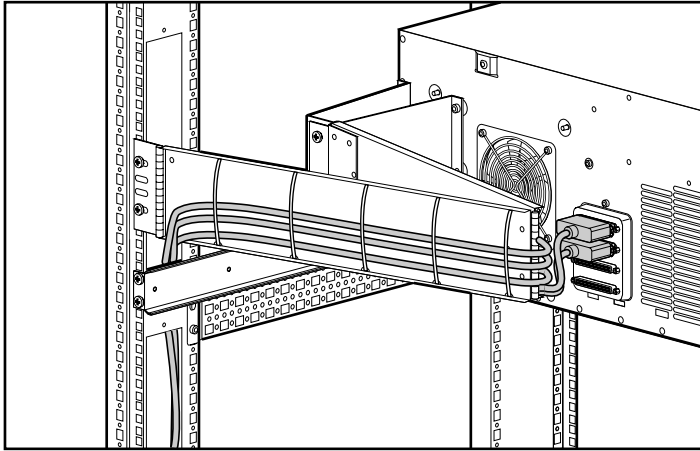

図3-18: ケーブル用の溝に通したケーブル
5. ケーブルの束をラックのケーブル用の溝に通します。この溝は、ケーブル マネージメント アームが取り付けられたのと同じ側にあります。図3-18を参照してください。